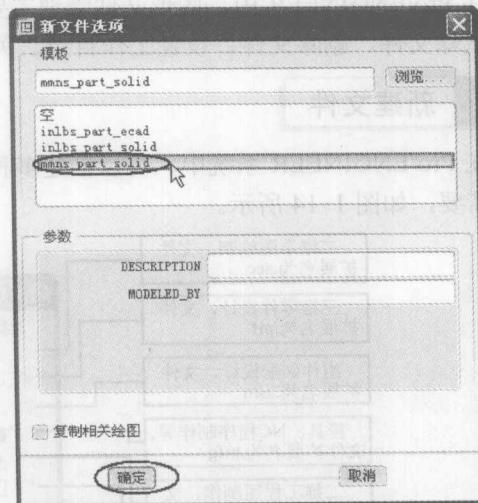

图 1-16 “新文件选项”对话框
③ 系统弹出“新文件选项”对话框，如图 1-16 所示。在“模板”列表框中选择“mmns_part_solid”。在“新文件选项”对话框中单击“确定”按钮，创建一个零件文件，并进入零件设计界面。